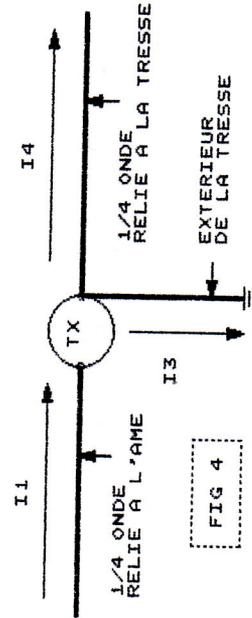

FIG 4
- Un conducteur correspondant à la surface extérieure de la tresse qui est relié à la terre (FIG 4)